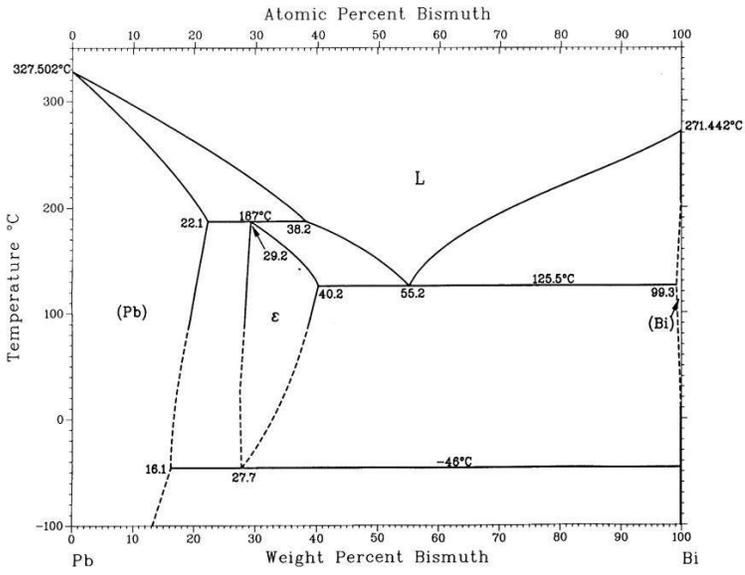

Fig. 1
**P1.-** Del sistema Pb-Bi (Fig. 1) se pide: Completar el diagrama con las fases que faltan, determinar temperatura de fusión del Bi y del Pb, explicitar las reacciones presentes (temperatura y composición), determinar límite de solubilidad del Bi en Pb a 100°C y del Pb en Bi a la misma temperatura.